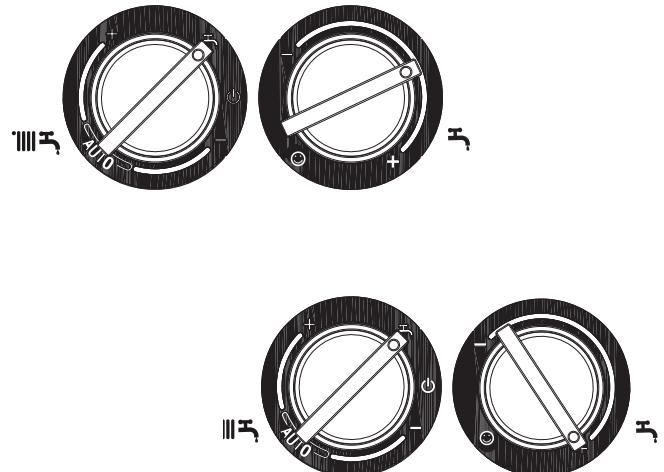

Рис. 5.1
- установите переключатель режимов работы режим «лето»  (рис. 5.1)
- установите регулятор температуры в контуре ГВС (рис. 5.1) на максимальное значение.
- Откройте кран подпитки (рис. 5.1а) и держите его открытый до тех пор, пока давление не поднимется до уровня от 1 до 1,5 бар.